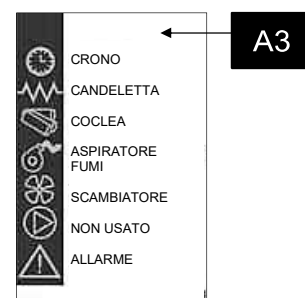

Figura 1
- (A3) STATO **pag. 5 F-2 e pag. 20 figura 1**
La **figura 1** descrive il significato dei segnalatori di stato sulla parte sinistra del display.
Quando il LED è acceso, significa che è attivo il componente corrispondente alla **figura 1 pag. 20**.